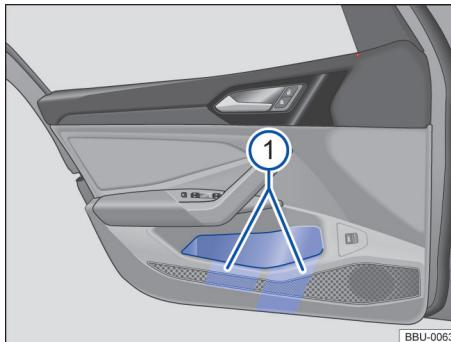

图 101 驾驶员侧车门上：储物箱
驾驶员侧车门储物箱中可以存放反光警告背心等物品 → 图 101 ①。